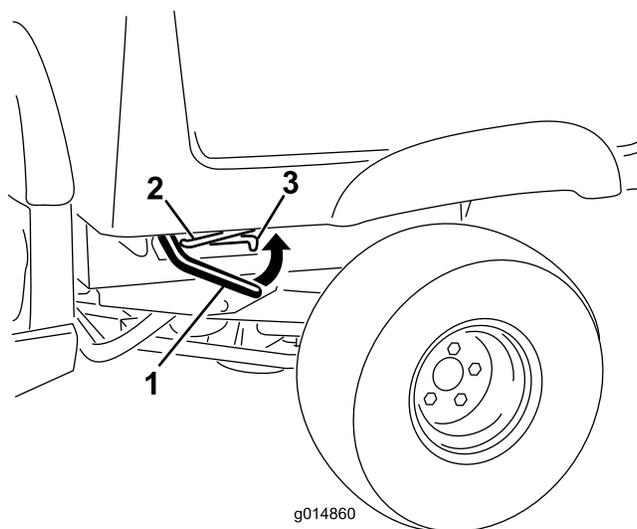

Рисунок 13
1. Поднимите рычаг с любой стороны кузова и поднимите кузов вверх (Рисунок 13).
- Немного приподнимите грузовой кузов, нажав вверх на рычаг защелки (Рисунок 13).